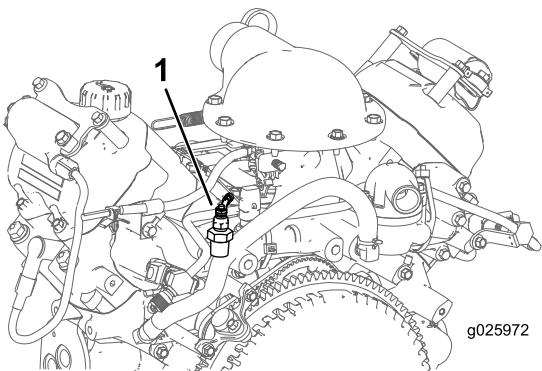

図 7
1. サーモスタットハウジングから温度スイッチを外してT字フィッティングを取り付ける図7。